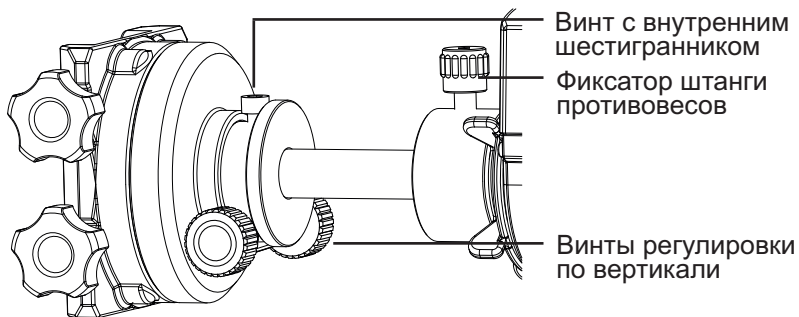

Рис. 2.5a
2. Ослабьте винт с внутренним шестигранником на металлическом кольце установочной площадки и установите площадку на штангу противовесов, как показано на рис. 2.5a. Совместите положение винта с внутренним шестигранником с плоской поверхностью на штанге противовесов.
8. Наведите основную оптическую трубу на отдаленный объект и отрегулируйте два винта регулировки по вертикали (рис. 2.5a) дополнительной установочной площадки до положения, в котором обе оптические трубы направлены на точки, расположенные на одном уровне по высоте.